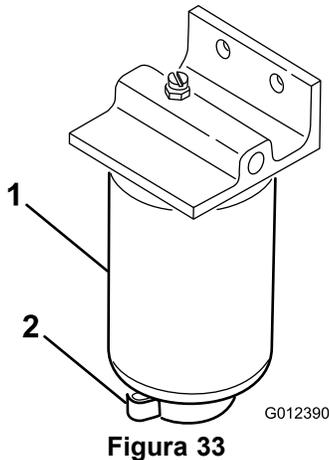

Figura 33
1. Coloque un recipiente limpio debajo del filtro de combustible (Figura 33).
1. Limpie la zona de montaje del cartucho del filtro (Figura 33).